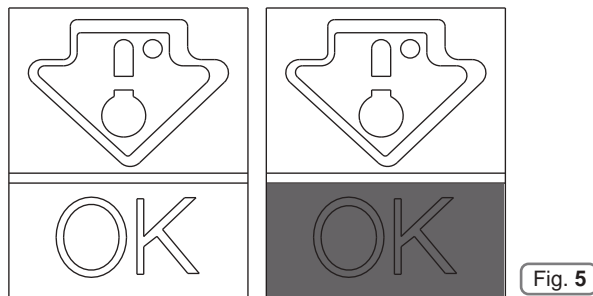

Fig. 5
• Pour conserver la saveur, la qualité et la fraîcheur des aliments, il est conseillé de stocker vos aliments dans le compartiment du réfrigérateur comme indiqué sur la Fig. 5 ci-dessous, en s'assurant de les envelopper dans des feuilles d'aluminium ou du film plastique ou dans des récipients correctement fermés, afin d'éviter toute contamination croisée.
Vérifier ce point sur le voyant de la température, le mot OK apparaît clairement (Fig. 5). Si ce mot n'apparaît pas, cela signifie que la température est trop élevée :